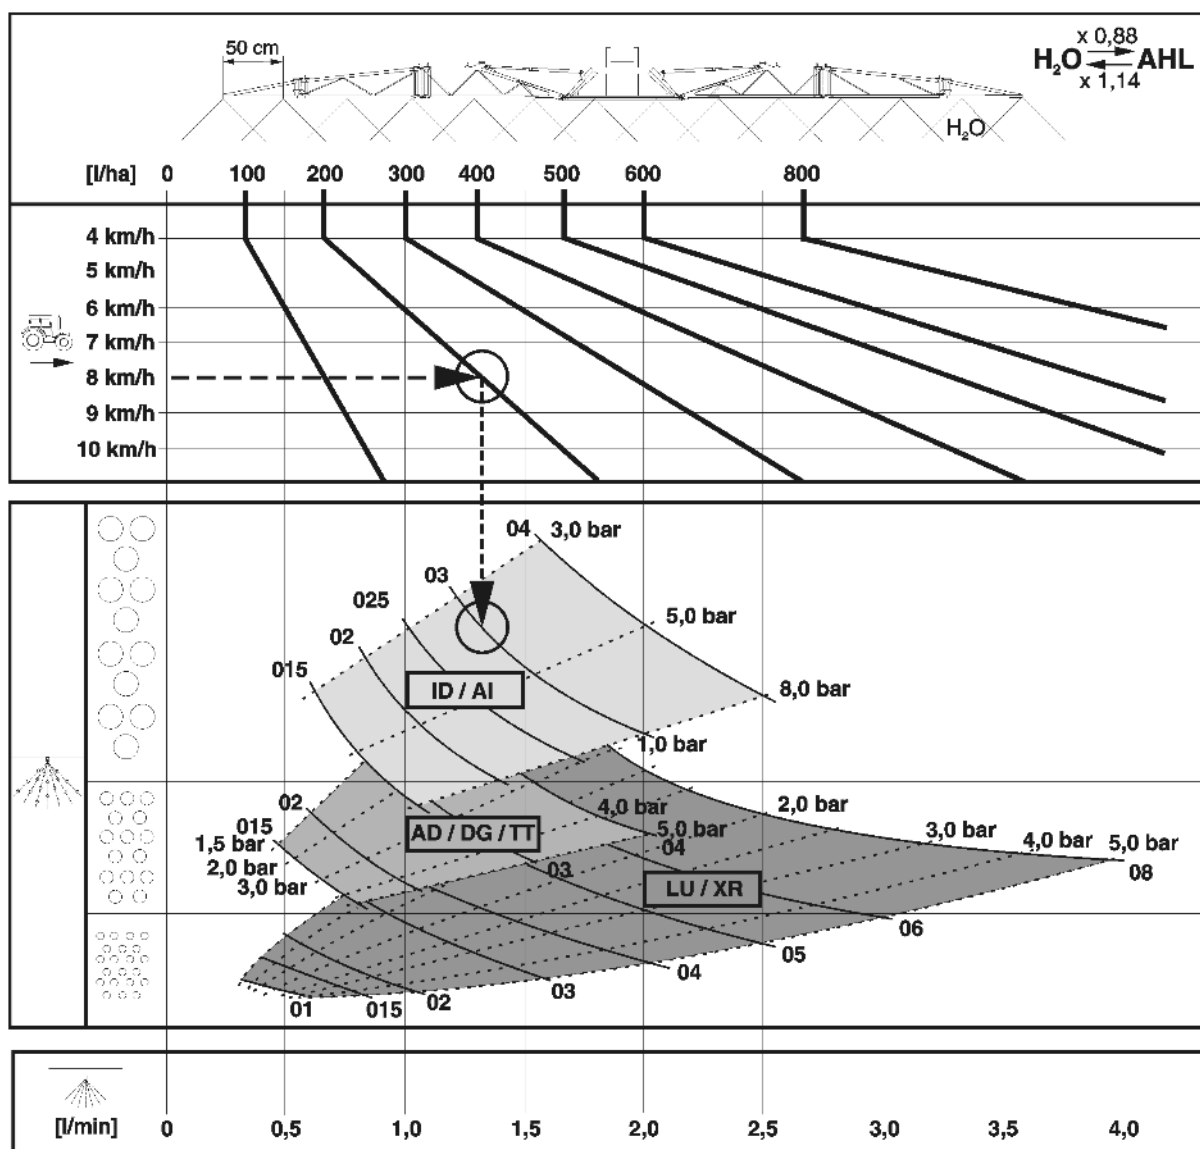

Fig. 208
- Fig. 208 anvendes til
4. Skift til en anden sprøjtetabel (Fig. 208).